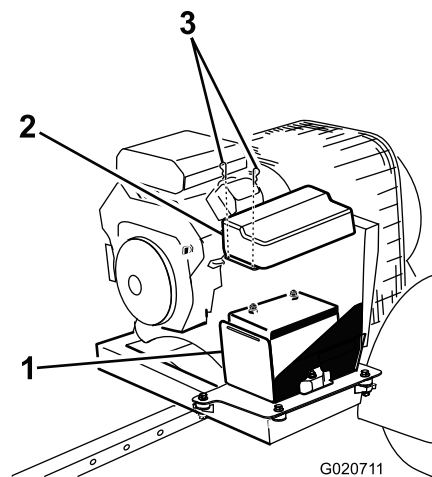

Bild 30
1. Entfernen Sie die Clips, mit denen die Batterieabdeckung am Batteriekasten befestigt ist, und nehmen sie vom Kasten ab (Bild 30).